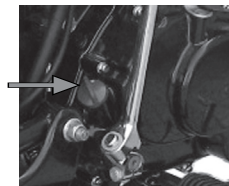

Imagen 25. Ubicación del tapón-bayoneta del cárter
2. Localizar el tapón-bayoneta del cárter en la parte inferior derecha de la motocicleta. Ver imagen 25.